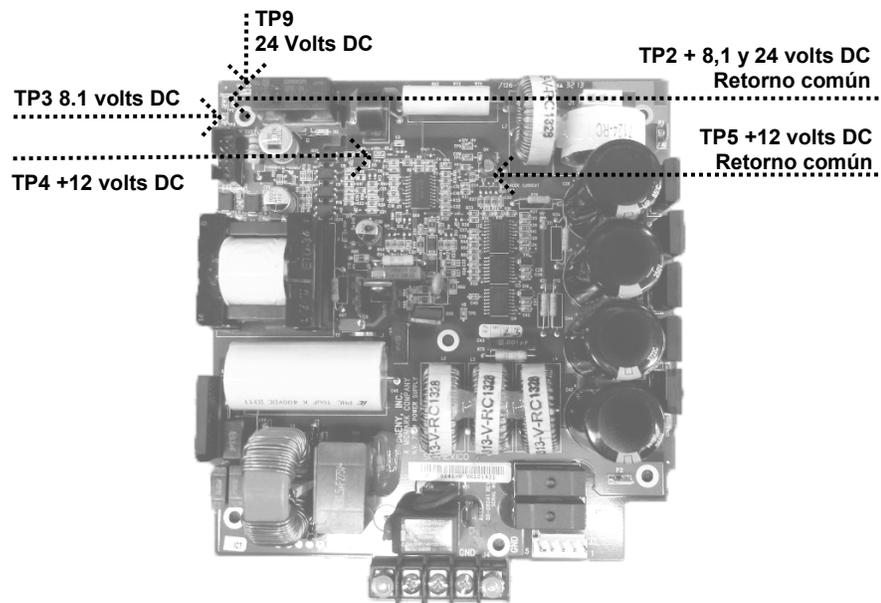

Figura 61
2. En la placa de alimentación eléctrica, usar TP2 como un punto de prueba común para verificar TP1 +24 volts DC y TP3 8,1 volts DC. Luego usar TP5 como retorno común para verificar la presencia de +12 volts DC en TP4, como se muestra en la *Figura 61*. Si no está presente alguna de estas tensiones, reemplazar la placa de alimentación eléctrica. Si estas tensiones son correctas, verificar las tensiones en la placa lógica.